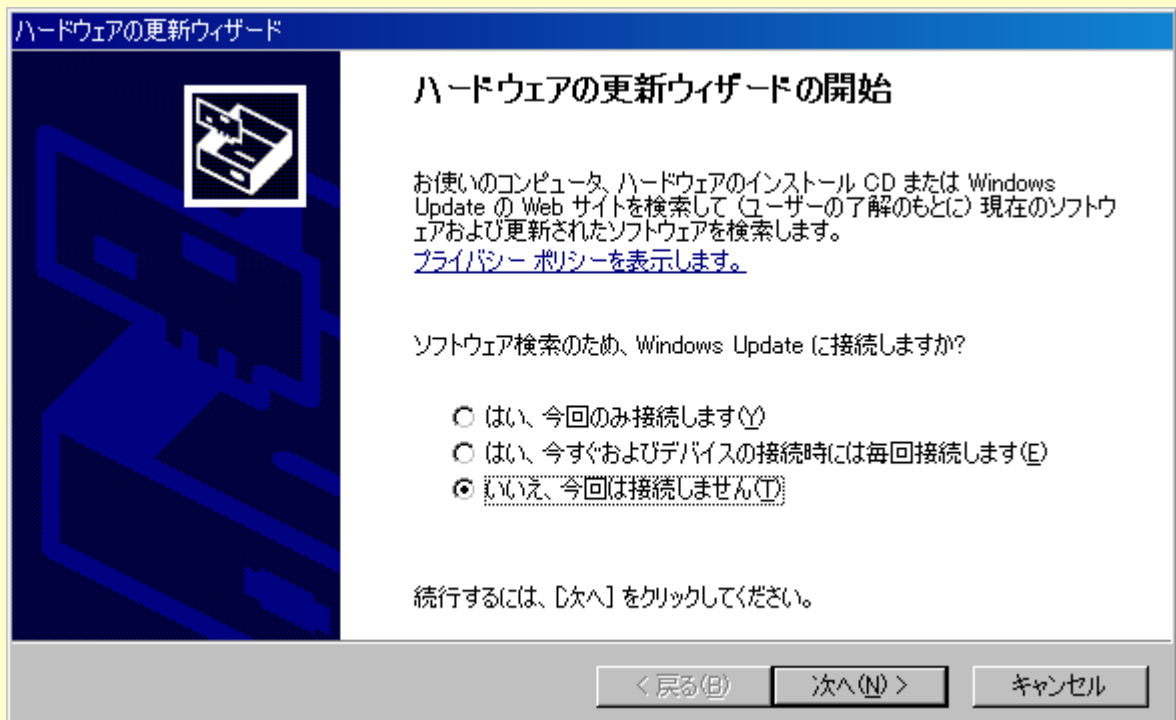

図 2-4
- ② 「ドライバの更新(P)...」を選択してハードウェアの更新ウィザードを開始します。（図 2-4）
- ③ 「◎いいえ、今回は接続しません(T)」を選択して「次へ(N)>」を押します。